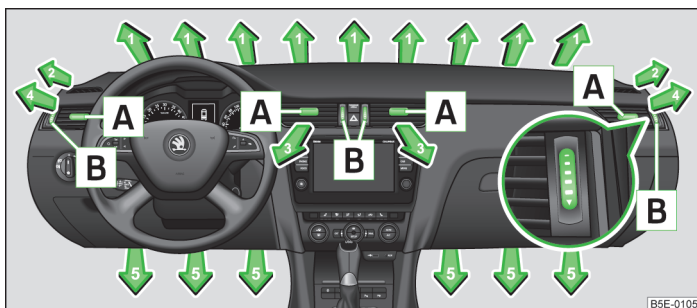
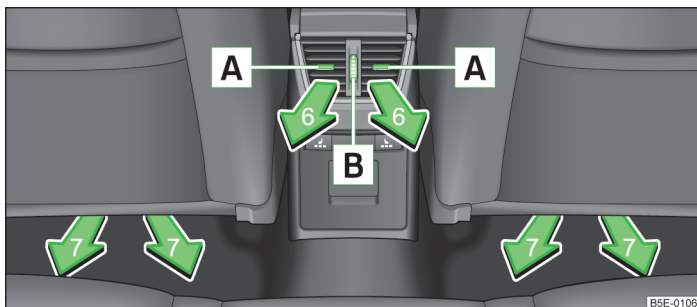

Fig. 106 Fantele de ventilație față
Fig. 107 Fantele de ventilație spate
La fantele de ventilație 3, 4 » fig. 106 și 6 » fig. 107 se poate modifica direcția curentului de aer, iar duzele se pot închide și deschide și individual.
- » Pentru a modifica direcția pe înălțime a curentului de aer, deplasați lamele orizontale cu ajutorul elementului de reglare deplasabil **A** » fig. 106, respectiv » fig. 107 spre în sus sau în jos.
- » Pentru a modifica direcția laterală a curentului de aer, deplasați lamele verticale cu ajutorul elementului de reglare deplasabil **A** » fig. 106, respectiv » fig. 107 spre stânga sau spre dreapta.
- » Rotiți regulatorul **B** » fig. 106, respectiv » fig. 107 și în sus sau în jos.
Vă recomandăm, să lăsați gurile de ventilație 3 » fig. 106 la pagina 109 în poziție deschisă în toate regimurile de operare.